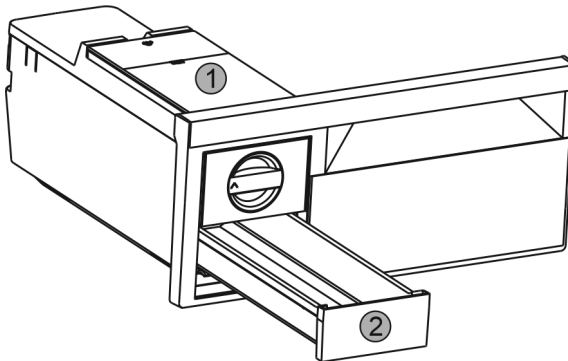

Fig. 47
- ▶ Rimuovere il serbatoio dell'acqua Fig. 47 (1) e il cassetto dei cubetti di ghiaccio Fig. 47 (2).